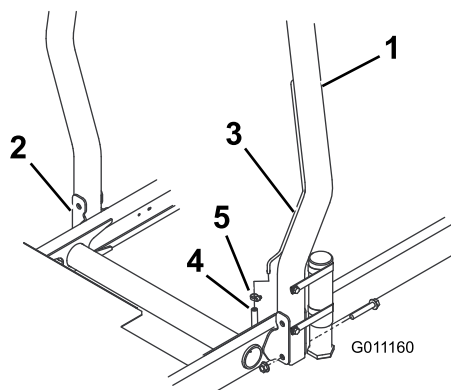

図 12
1. ROPS を機体の固定穴に差し込み、取り付け穴を整列させる。ROPSについている換気管が機体の左側にくるように配置すること (図 12)。
2. ROPS のそれぞれの側をフランジヘッド・キャップ スクリュとロックナット (各 2) で固定する (図 12)。60 ft-lb (8.3 kg.m) にトルク締めする。